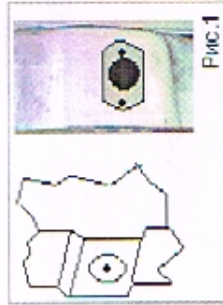

Рис. 1
1. Определите места установки замков, обратите внимание, что замок ставится вневидимые части кузова автомобиля, а не в дверь, см. рис. 1, рис. 9, рис. 11, рис. 13.